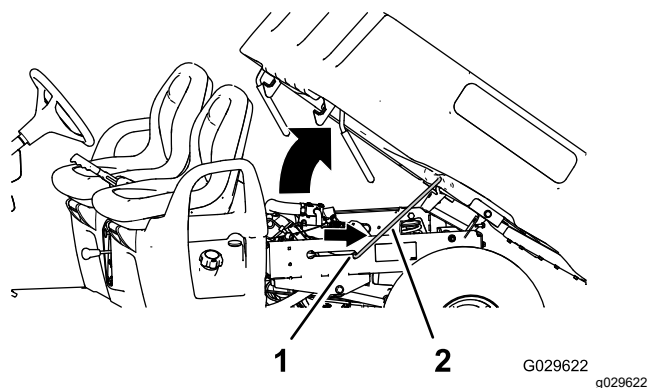

図 2
5. プロップロッドを固定スロットにはめ込んで荷台を固定する 図 2。